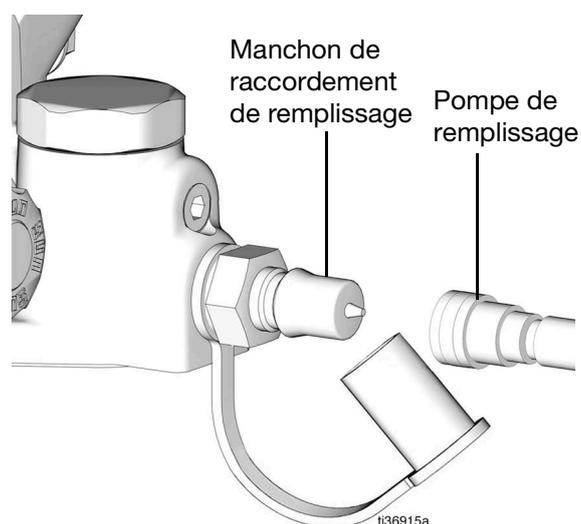

FIG. 2
1. Connectez la pompe de remplissage au manchon de raccordement de remplissage (FIG. 2).